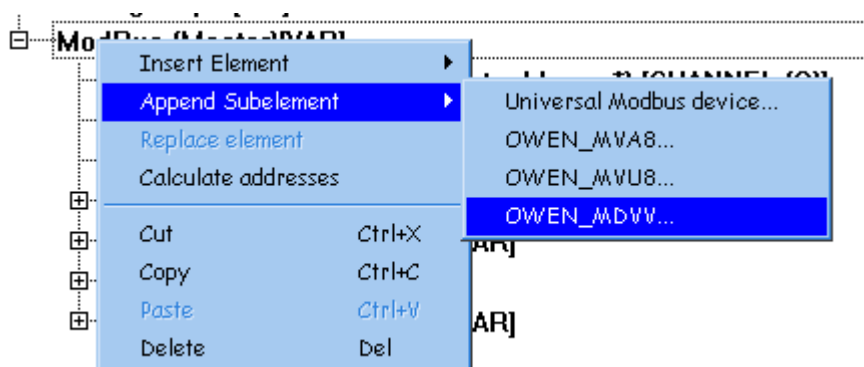
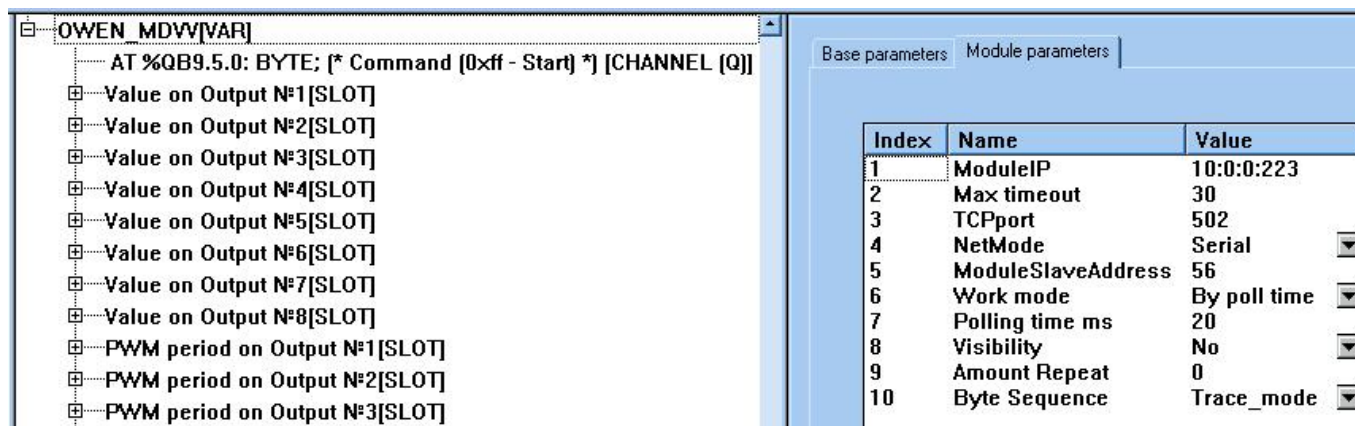

Рис. 7.1
Рис. 7.2
7. Настроим подключение МДВВ. Нажмите правой кнопкой мыши на пункте *ModBus (Master)*, в появившемся контекстном меню выберите пункт *Append Subelement*. Здесь вам предлагается выбрать либо модуль *Universal Modbus device*, либо уже настроенную конфигурацию МДВВ (см. пункт *OWEN\_MDVV* на Рис. 7.1). В первом случае вам необходимо самостоятельно определить, значения каких переменных МДВВ и в каком формате вы будете запрашивать и отправлять с ПЛК. Во втором случае все оперативные параметры модуля уже будут сконфигурированы.
Выберите пункт *OWEN\_MDVV*, как это показано на рис. 7.1. В окне слева выберите вкладку *Module Parameters*. В столбце *Value* введите значения параметров, как это показано на рис. 7.2. В параметре *ModuleSlaveAddress* вы можете задать удобный вам адрес прибора МВУ8, кратный 8. Например, 56. Напомним, что адреса модулей и других подчиненных устройств, работающих с ПЛК по одному интерфейсу, не должны совпадать.